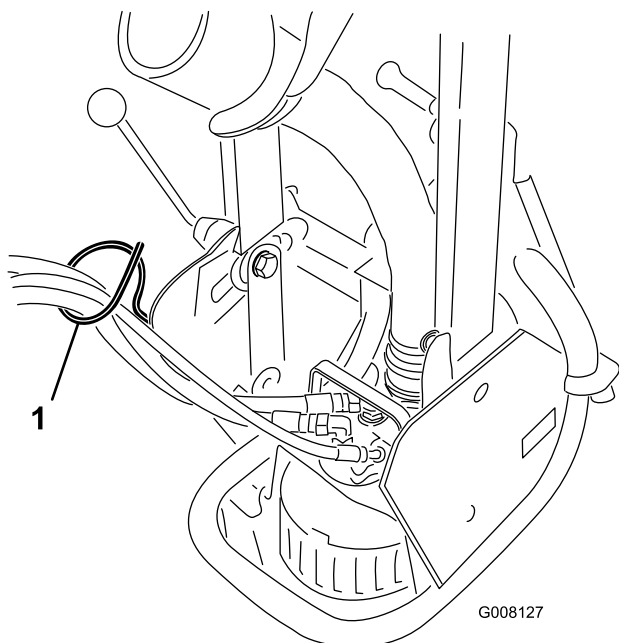

Figura 4
6. Ligue as mangueiras hidráulicas ao hidráulico remoto da Sand Pro. Posicione as mangueiras no guia de mangueira (Figura 4). Evite dobrar as mangueiras hidráulicas.